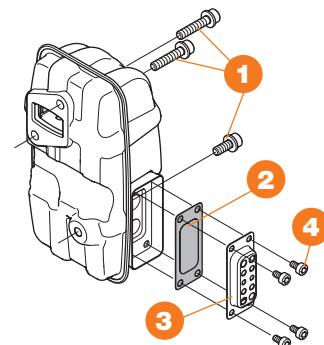

Рис. 9
- Снимите выхлопную трубу ③, открутив винты ④ (Рис. 9).
- Снимите предохранитель от искр ②.
- Регулярно проверяйте, чтобы глушитель был целым и правильно закреплен. Затяните болты ① на 8-12 Нм (Рис. 9).
- Проверьте, что глушитель и выхлопная труба правильно закреплены. Затяните болты ④ с моментом 2-3 Нм. (Рис. 9).